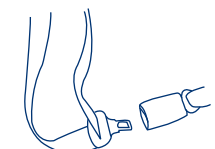

Fig. 19-2
- iv) Un sistema de combinación de cinturón de falda/ hombro con una placa trabadora que puede deslizarse libremente a lo largo del cinturón, es adecuado para usarlo con el Asiento de Seguridad si incluye un retractor trabable o si se usa un clip trabador para sujetar el cinturón de falda (horizontal) en posición y evitar que se afloje. Use el clip trabador que viene con el Asiento de Seguridad como se indica en la página 45. Por favor vea el manual del propietario de su vehículo para obtener más información para trabar este estilo de cinturón de seguridad. Este estilo de cinturón debe ser trabado para evitar el movimiento del Asiento de Seguridad (Fig. 19-2 y 19-3).